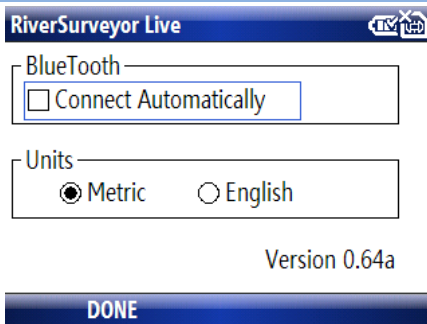

Figura 68. Utilidades - Configuración de la aplicación
**Configuración de la aplicación:** Si se activa la casilla de verificación se conecta automáticamente al Bluetooth (Figura 68), esto permite que el software se conecte al primer sistema que detecte. Este menú también se utiliza para seleccionar el sistema de unidades a emplear: métrico o inglés. Normalmente, estas opciones se aplican como configuración predeterminada. Seleccione **DONE** (hecho) para actualizar la configuración y volver al menú Utilidades. La versión del software está indicada en la parte inferior derecha de la ventana.